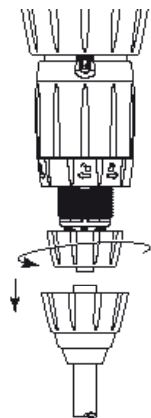

Рис. 16
- Отвинтите и снимите гайку всасывающего клапана (Рис. 16), снимите клапан, а затем обильно промойте различные детали чистой водой.